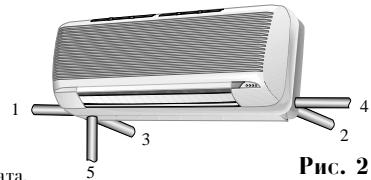

Рис. 2
- Трубки для хладоагента могут быть выведены в любом из пяти различных направлений (см. рис. 2).
- Если вы выбрали направления трубок 2 или 3 (рис. 2), в стене необходимо просверлить отверстие, как показано на рис. 4.
- Если вы выбрали направления трубок 1, 4 или 5 (рис. 2), небольшой ножковкой аккуратно скрежьте соответствующую пластиковую крышку на наружной панели агрегата.